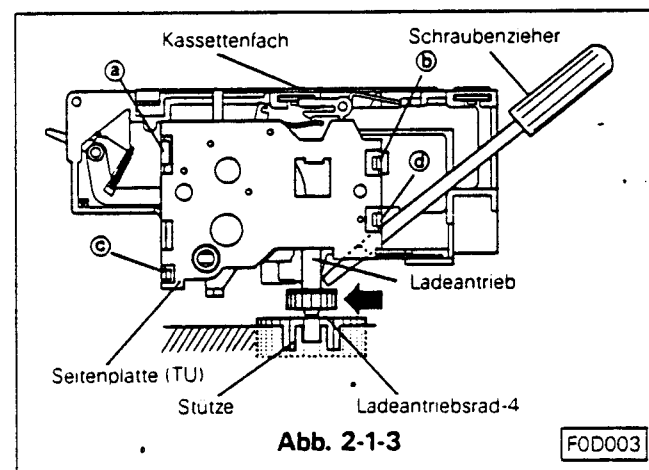

Abb. 2-1-3
- Bringen Sie das Kassettenfach über die Positionslöcher ① und ②, und schieben Sie es mit den beiden U-Löchern ③ und ④ placent an der Front rechts und links unter die Befestigungspinne. (erst die linke Seite)
- Das Kassettenfachantriebsrad ist nach Abschnitt B. in den meisten Fällen noch nicht in dem Halter fixiert. In diesem Falle bewegen Sie das Antriebsrad durch drücken in Richtung vorwärts, damit es im Antrieb einrastet. Siehe Abb. 2-1-3 ist es wie oben beschrieben nicht möglich, das Antriebsrad einrasten zu lassen, schieben Sie das Antriebsrad 4 a etwas unter das Deck und das Kassettenfachantriebsrad ist sehr einfach zu fixieren.
- Das Kassettenfach mit den Schrauben ①, ②, ③ und ④ befestigen.
2-2-1 Ausbau (siehe Abb. 2-1-3, 2-2)
- Die Halteschnapper (①, ②, ③ und ④) der Platte an der Aufwickelseite des Kassettenfaches lösen und die Platte entfernen. (Siehe Abb. 2-1-3)
2-2-2 Einbau (siehe Abb. 2-1-3, 2-2)
- Die Seitenplatte am Kassettenfach Aufwickelseite aufsetzen und in die Schnappen ①, ②, ③ und ④ einrasten. (Siehe Abb. 2-1-3)